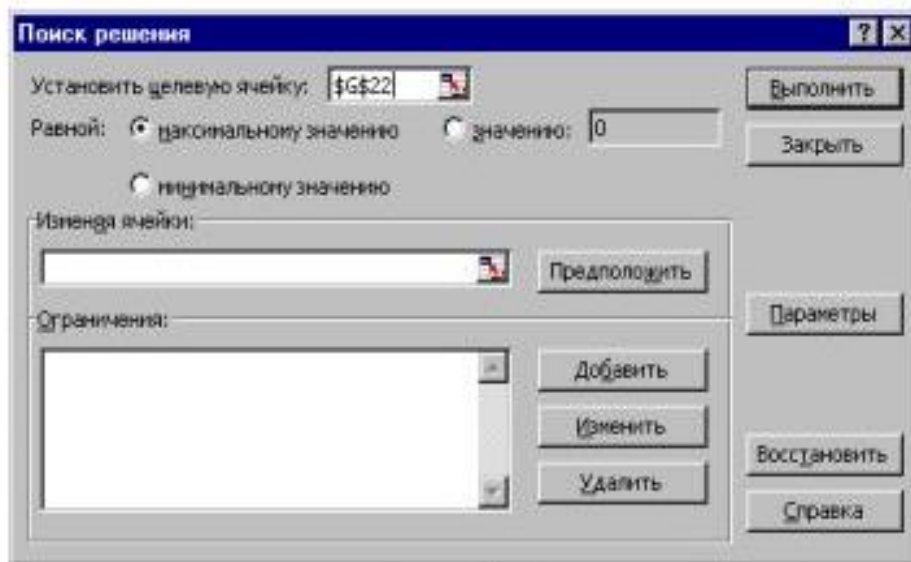

Рис. 2.
5. Убедитесь, что переключатель установлен на значение «Равной максимальному значению» (см. рис. 2.);